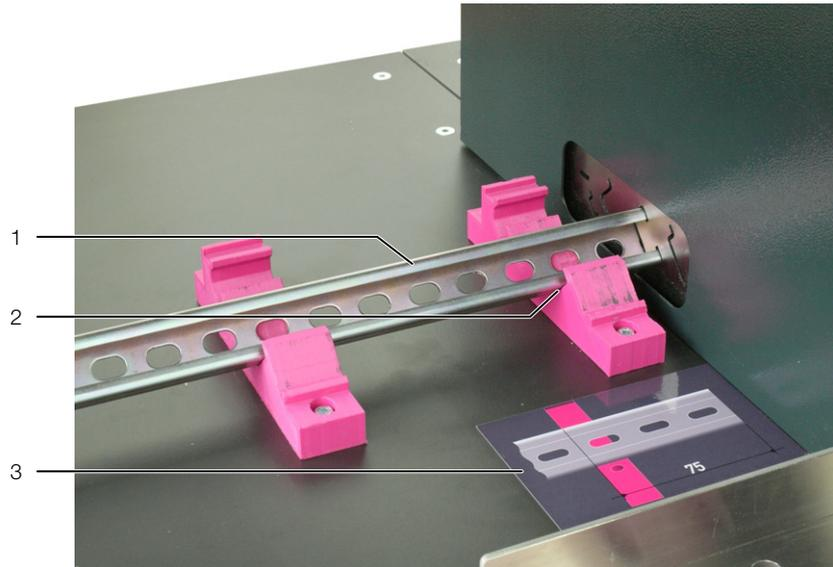

Fig. 14: Posizionamento della guida sul supporto
- Posizionare la guida secondo l'etichetta in modo che la guida corrisponda esattamente ad un possibile punto di taglio, appropriato al modello di foratura (normalmente centrato tra due fori oblunghi, fig. 14).